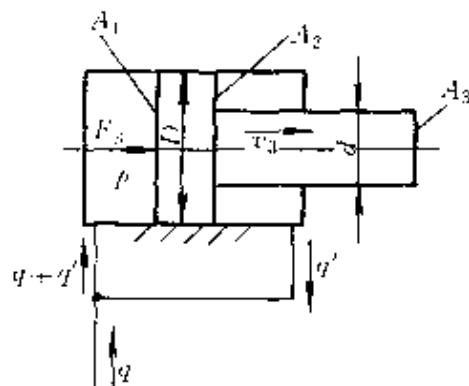

图 4-5 差动联结液压缸的示意图
答：(1) 差动液压缸的定义及其应用场合 如图 4-5 所示，液压缸的两腔用油管连通，并向两腔同时通入高压油，但由于两腔的有效面积不等，因此产生的作用力不等，无杆腔的牵引力大于有杆腔的牵引力，推动活塞向右运动，从右腔排出的油液又进入了液压缸的左腔，于是左腔的流量增加，加快了向右运动的速度。这种联结方式称为差动联结，用差动联结的单出杆活塞缸叫做差动液压缸。